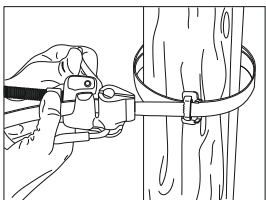

Рисунок 3
- прижать изделие, которое требуется закрепить к опоре, и пропустить ленту бандажную через технологические отверстия в изделии. Свободный конец ленты пропустить через скрепу СГ-20/СУ-20 и вложить в паз головки инструмента ИНСЛ-1 (рисунок 3);